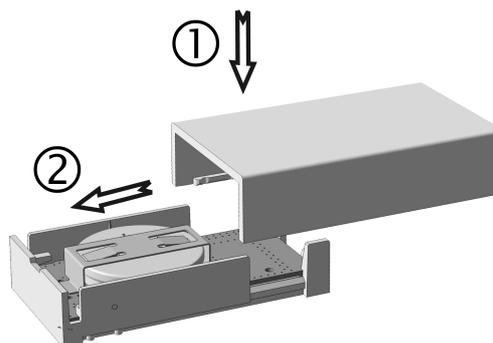

Imagen 6: Cerrar la caja
- Colocar de nuevo la tapa de la caja y juntar la caja hasta que encaje (Imagen 6). El aparato está listo para funcionar.